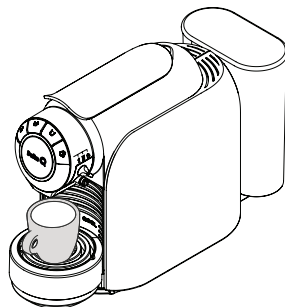

Fig. 8: Placez une tasse à café expresso.
- Placez une tasse à café expresso au-dessus du plateau amovible pour appui des tasses et en dessous du bec verseur (voir **Fig. 8**).